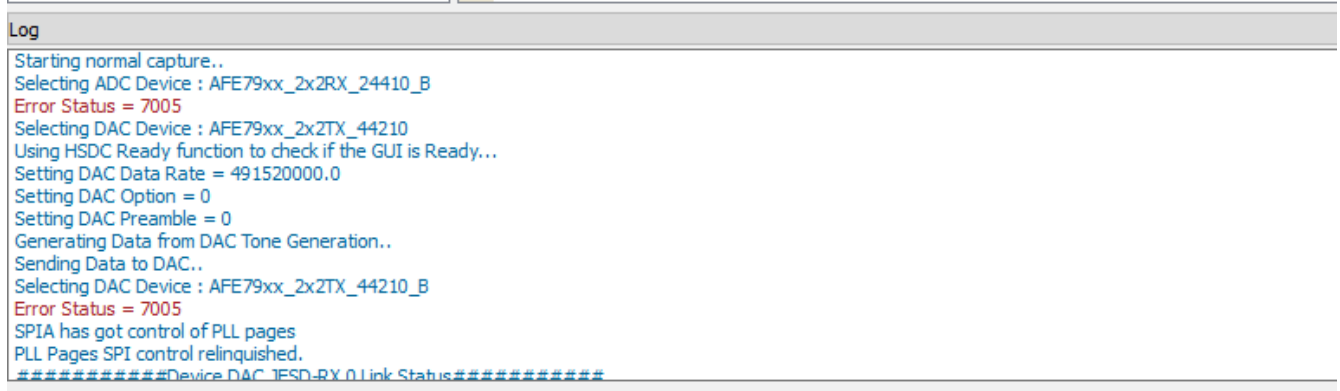

图 4-6. Latte 错误 1
10. 该脚本运行后，应该会显示以下两个错误消息（如图 4-6 和图 4-7 中所示）：